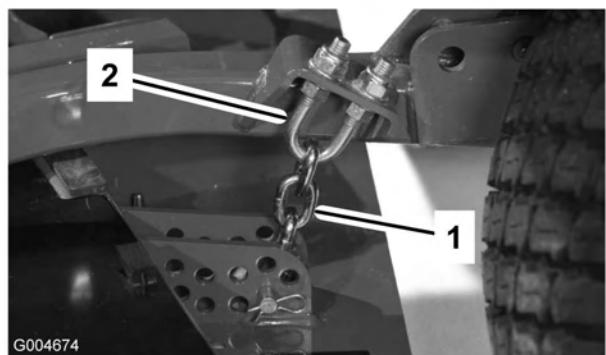

Figure 16
- Enlevez la goupille fendue et l'axe de chape qui fixent les chaînes de hauteur de coupe à l'arrière du plateau de coupe (Figure 16).